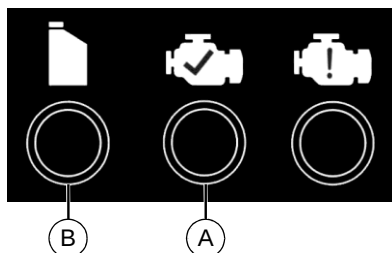

Рисунок 3-3. Помилка вимкнення
ВАЖЛИВА ПРИМІТКА: Не перевантажуйте генератор або окремі роз'єми на панелі. Див. Рисунок 3-3. Якщо виникне перевантаження, загорасться світлодіодний індикатор перевантаження (A), і припиняється вихід змінного струму. Щоб виправити ситуацію, див. «Індикатори стану генератора». Уважно ознайомтеся з «Обмеженнями генератора».
Двигун оснащений датчиком низького рівня масла, який автоматично вимикає двигун, коли рівень масла падає нижче зазначеного, щоб запобігти пошкодженню двигуна. Див. Рисунок 3-3 (B). Двигун не працюватиме, доки масло не буде залито до належного рівня.